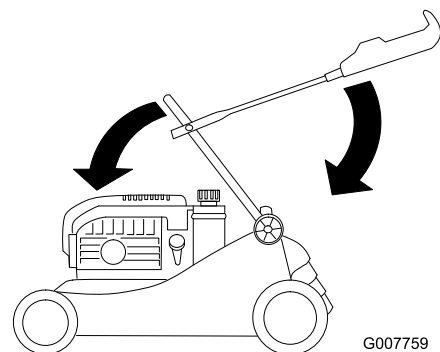

Bild 37
3. Kippen Sie das untere Handgriffteil vorsichtig nach vorne, bis es den Motor berührt (Bild 37).
4. Kippen Sie das obere Handgriffteil vorsichtig nach hinten, bis es flach liegt (Bild 37).